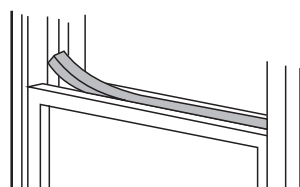

Fig. 11
5. Tagliare la spugna di guarnizione (tipo con adesivo) alla lunghezza adeguata e sigillare lo spazio tra la parte superiore tra le due finestre (interna ed esterna). Fig. 11.